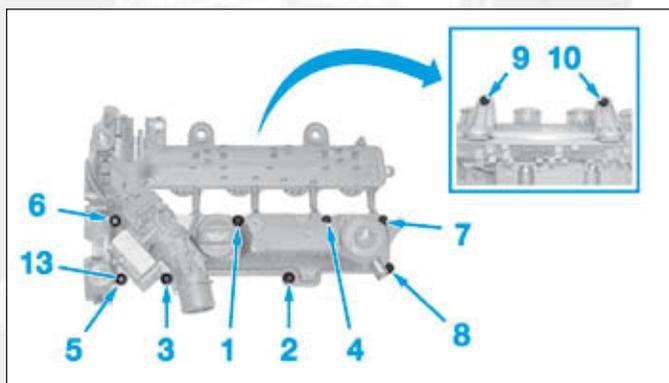

FIG.32
- Serrer le collecteur d'admission dans l'ordre de serrage et au couple prescrits (Fig.32).
- Serrer le collecteur d'admission dans l'ordre de serrage et au couple prescrit (Fig.32).